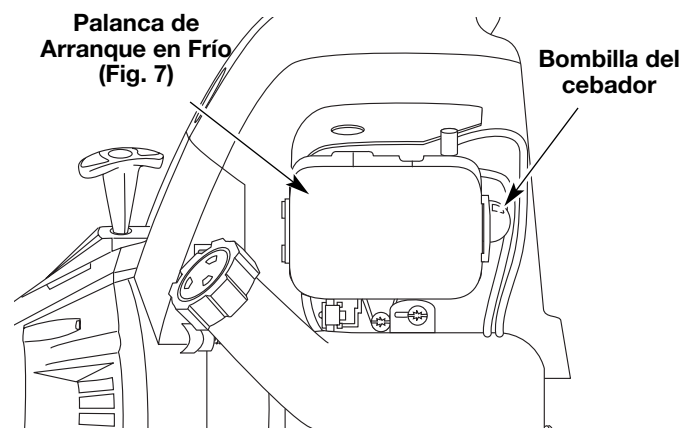

Fig. 12
4. Oprima completamente el cebador y suéltelo 10 veces. Hágalo lentamente. Se deberá ver un poco de **combustible en el cebador** y en las tuberías de alimentación de combustible (Fig. 12). Si no puede ver el combustible en el cebador, oprímalo y suéltelo tantas veces como sea necesario hasta que vea combustible en el mismo.